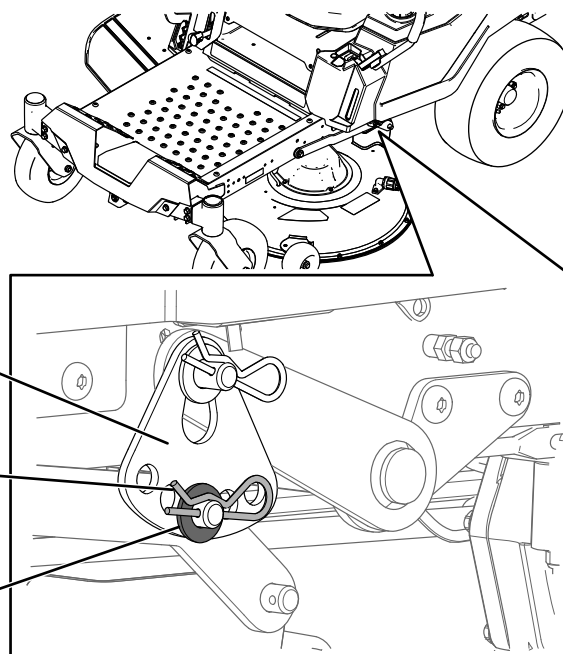

Рисунок 66
- Извлеките игольчатый шплинт и шайбу из нижнего штифта рычага подъема (Рисунок 66).